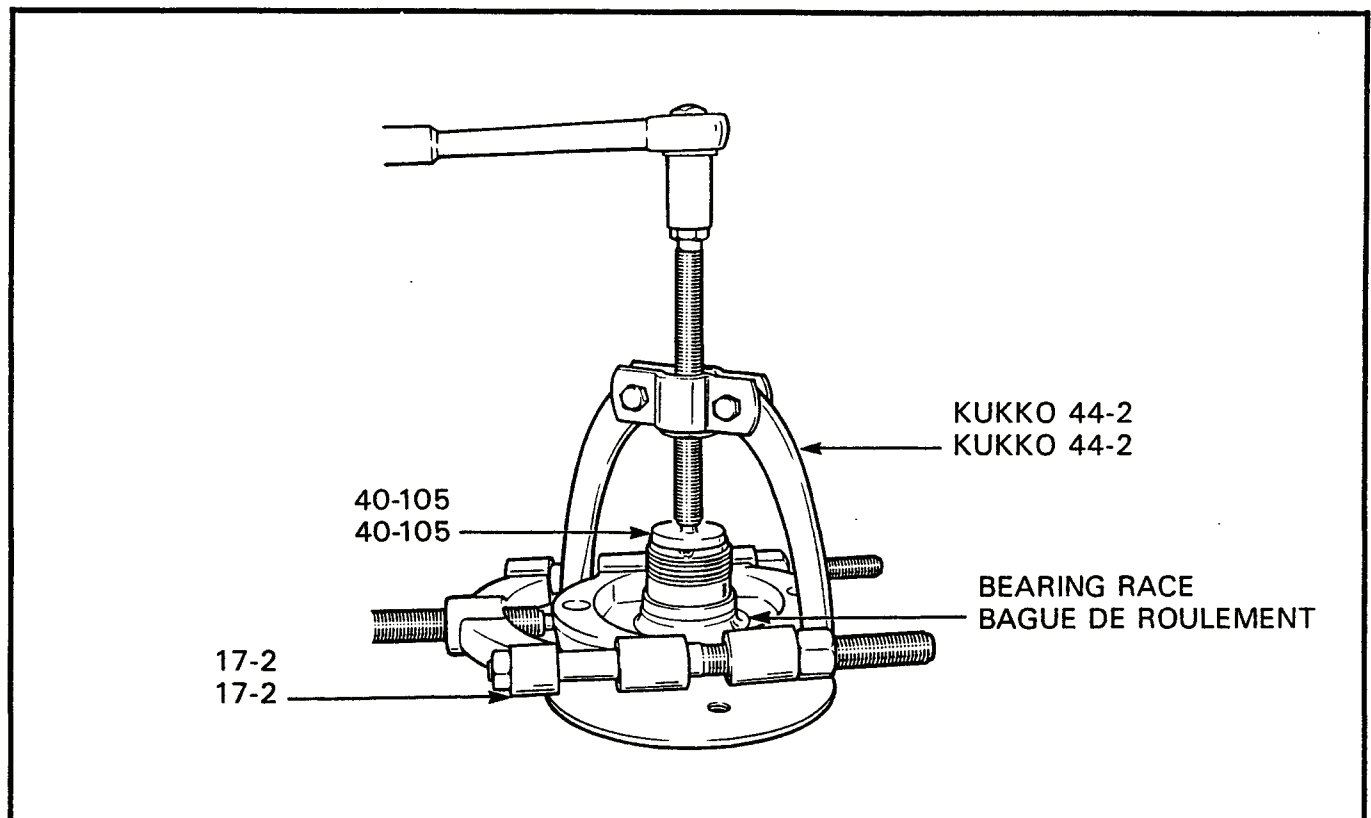

Figure 3-4-15 Installation of KUKKO 44-2 and Tool 17-2 on Wheel Hub
y. Remove the bearing race from the wheel hub: (1) Stand the wheel hub on a flat surface so that the open end of the wheel hub faces up and place puller tool KUKKO 17-2 underneath the bearing race on the wheel hub, see Figure 3-4-15. (2) Place tool 40-105 on the open end of the wheel hub and, using Puller 44-2, pull the bearing race from the wheel hub. (3) Clean the wheel hub and inspect the wheel hub for scoring and discoloration. Replace the wheel hub if necessary.	y. Enlever la bague de roulement du moyeu de roue: (1) Placer le moyeu de roue sur une surface plane, son extrémité ouverte vers le haut, et placer l'extracteur KUKKO 17-2 sous la bague de roulement du moyeu de roue. Voir figure 3-4-15. (2) Placer l'outil 40-105 sur l'extrémité ouverte du moyeu de roue, et au moyen de l'extracteur 44-2, extraire la bague de roulement du moyeu de roue. (3) Nettoyer le moyeu de roue et vérifier s'il est rayé ou décoloré. Remplacer le moyeu de roue si requis.